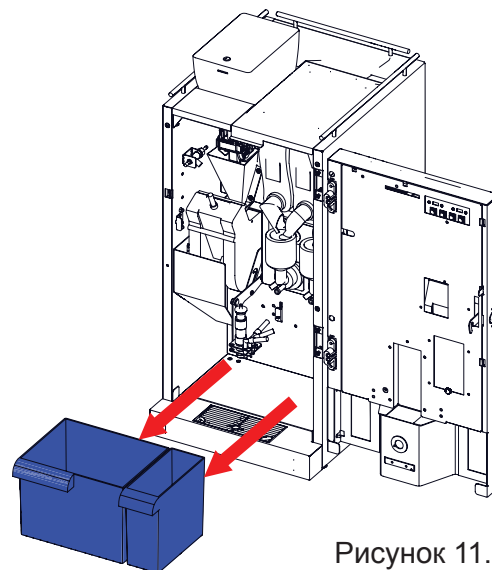

Рисунок 11.2
### 11.2.1.3 Контейнеры для отходов (см.рис.11.2)
4. Произведите разборку, очистку и сборку капучинатора (см.рис.11.2):
- одновременно поверните и вытяните часть (1)
- затем одновременно поверните и вытяните часть (2)